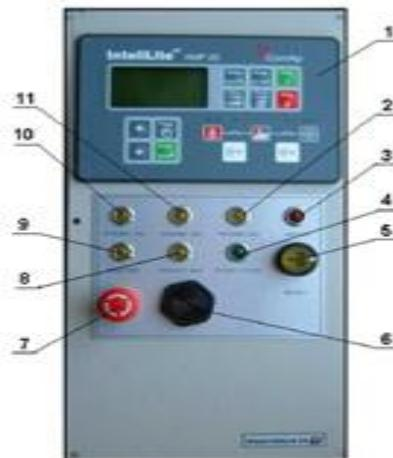

Рисунок 28 – Лицевая панель щита управления
Схема системы управления ДГУ создана на базе программируемого микропроцессорного контроллера IL-NT AMF, размещенного в щите управления ДГУ. Описание контроллера входит в состав сопроводительной технической документации агрегата. Щит управления, поставляемый с агрегатом, показан на рисунок 28.
Панель приборов (рисунок 28) ДГУ включает в себя следующие приборы управления, контроля и сигнализации:
Агрегат, оборудован щитом дистанционного управления, он может быть запущен дистанционно без предупреждения. Перед проведением любых операций на агрегате всегда необходимо отключать включатель массы ДГУ и выключать сам щит (выключатель позиция 5, Рисунок 28).
20. На щите управления ДГУ (Рисунок 28) включить включатель S2 «ВКЛ. ДГУ» (позиция 5) питания щита. При этом загораются желтые индикатор включателя S2 и индикатор H7 (позиция 9) включенного подогревателя масла.